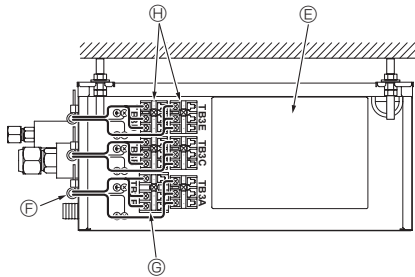

Fig. 9-3
4. Zet elke kabel met een kabelklem vast. (Fig. 9-3)
5. Sluit elke draad stevig aan op het juiste aansluitblok. (Fig. 9-3)